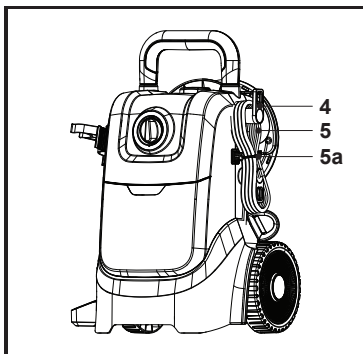

Fig. 23
2. Enrolle el cable de alimentación (5) alrededor de los dos anclajes (4) y fíjelo en su sitio con el sujetacables suministrado (5a) (Fig. 23).